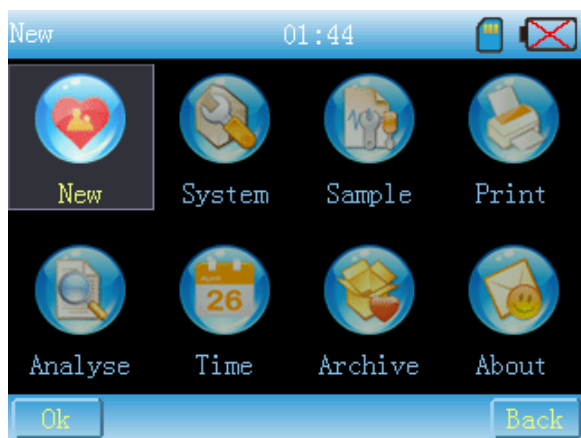

Fig. 13-2-4
- 3  Haga clic en este icono o en la tecla Menú para acceder al menú principal, como aparece en Fig.13-2-4.